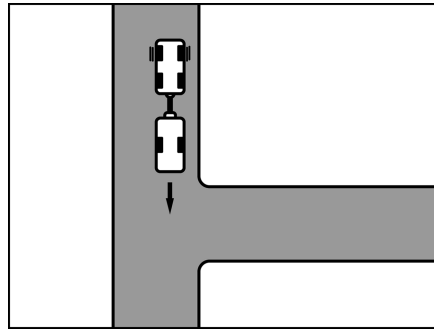

Fig. 9 Recorrido
- Acercarse a la entrada hasta que la parte trasera de la caravana esté a su altura (Fig. 9).